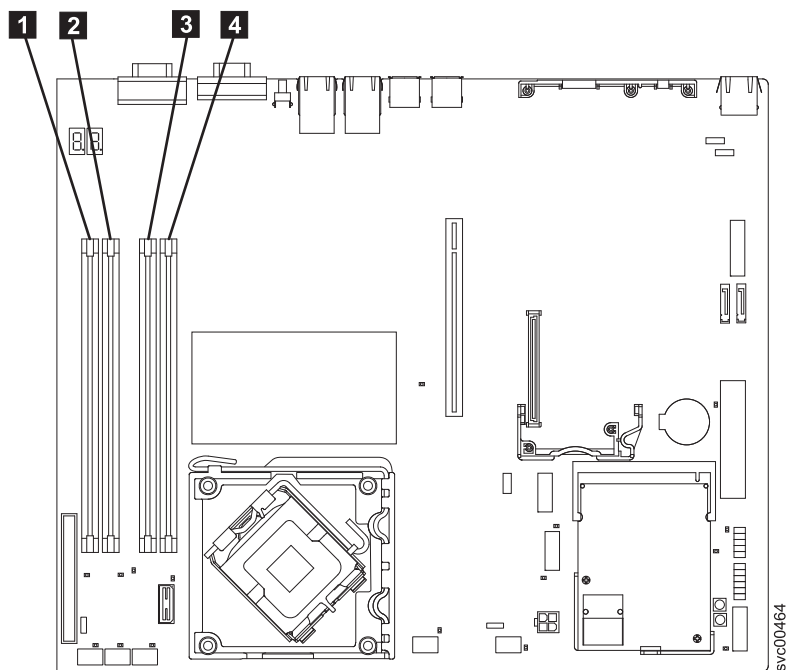

図 94. SAN ボリューム・コントローラー 2145-8A4 メモリー・モジュールの見つけ方
- SAN ボリューム・コントローラー 2145-8A4: これらのモジュールには、121 ページの図 94 に示すように、**1** から **4** の番号が付けられています。